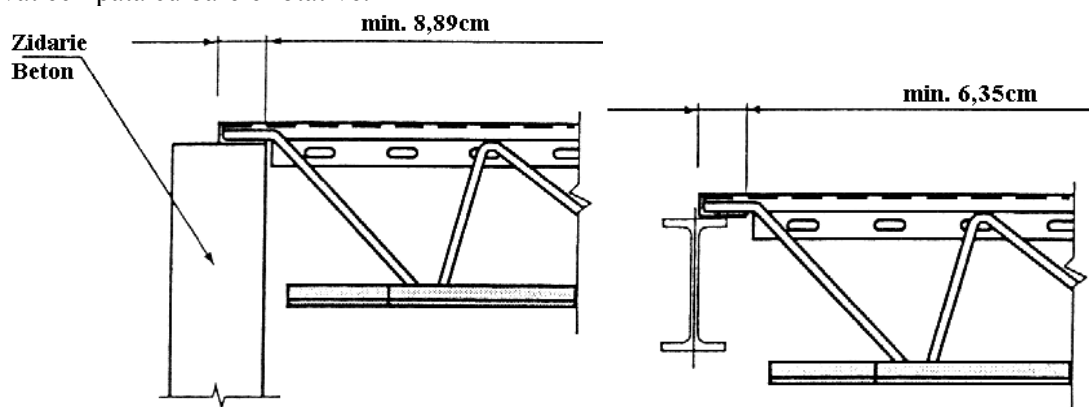

Fig. 5 – Condiții de rezemare pe elemente structurale
- *sprijinirea la reazem* – tălpile grinzilor trebuie să fie pozate corect pe zidurile de sprijin sau pe grinzi. Grinzile trebuie centrate în așa fel încât sprijinul să fie egal în fiecare reazem. Rezemarea pe ziduri din cărămidă sau beton este de minim 8,89cm, iar pe oțel structural este de minim 6,35cm (fig. 5). Reducerea lungimii reazemelor sub această limită poate afecta stabilitatea sistemului. După montarea grinzilor HAMBRO vor fi dispuse și barele rotative. Fiecare grindă va fi adecvat echipată cu barele rotative.